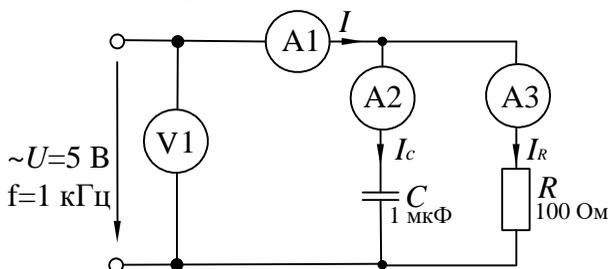

Рисунок 10 – Схема экспериментального исследования разветвленной цепи RC
1.3. Выберите масштаб и постройте векторную диаграмму токов (рис. 10) и треугольник проводимостей (рис. 11).